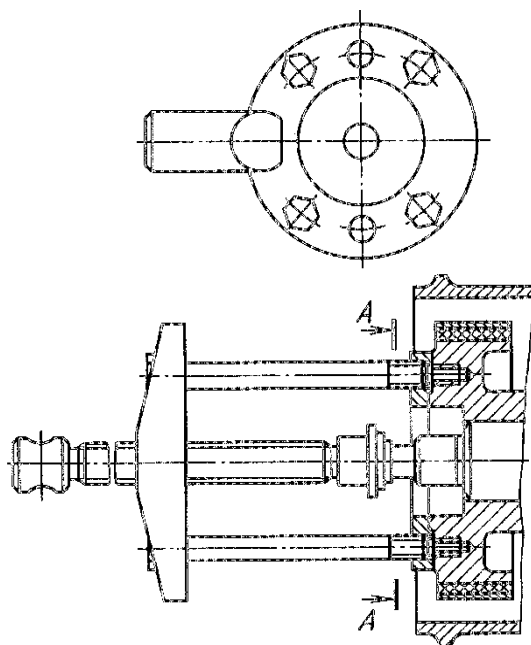

Рис. 239. Съемник И801.55.000 барабана тормоза лебедки
- съемником (рис. 239) снять тормозной барабан 40 (см. рис. 237) и шпонку 43;